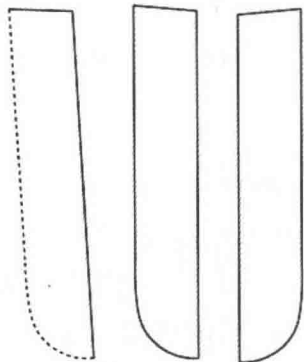
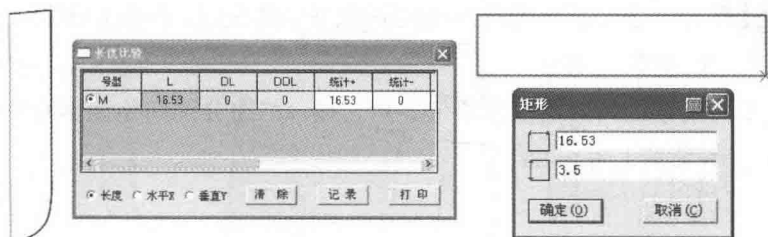

图6-82 门襟
图6-83 里襟处理步骤1
(18) 门襟(图6-82)。
①选择 【移动】工具按住【Shift】键,进入【复制】功能,将门襟部分复制到空白处。
②选择 【旋转】工具,按着【Shift】键进入【旋转】功能,将门襟旋转校正。
③选择 【对称】工具,按着【Shift】键进入【对称移动】功能,将门襟翻转。
(19) 里襟。
①选择 【比较长度】工具,测量出门襟长度为16.53cm。
②选择 【智能笔】工具在空白处拖定出宽3.5cm,长16.53cm(图6-83)。